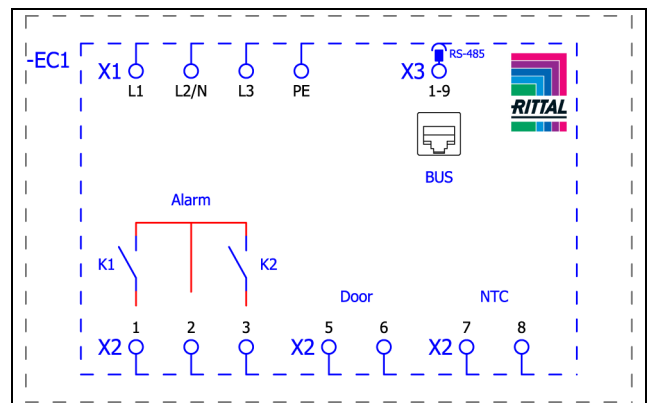
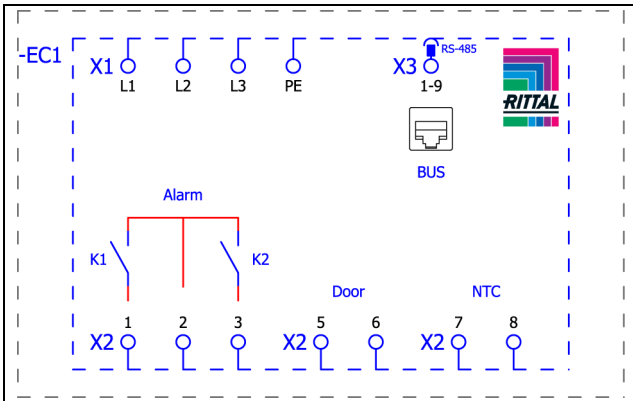

Abb. 16: Schaltplan SK 3186930, SK 3187930 und SK 3185830
Abb. 17: Schaltplan SK 3188940 und SK 318940
■ Entnehmen Sie aus dem Versandbeutel den Netzstecker und stellen Sie gemäß der zugehörigen Anschlusskennzeichnung die Netzversorgung her (Abb. 16 bzw. Abb. 17).